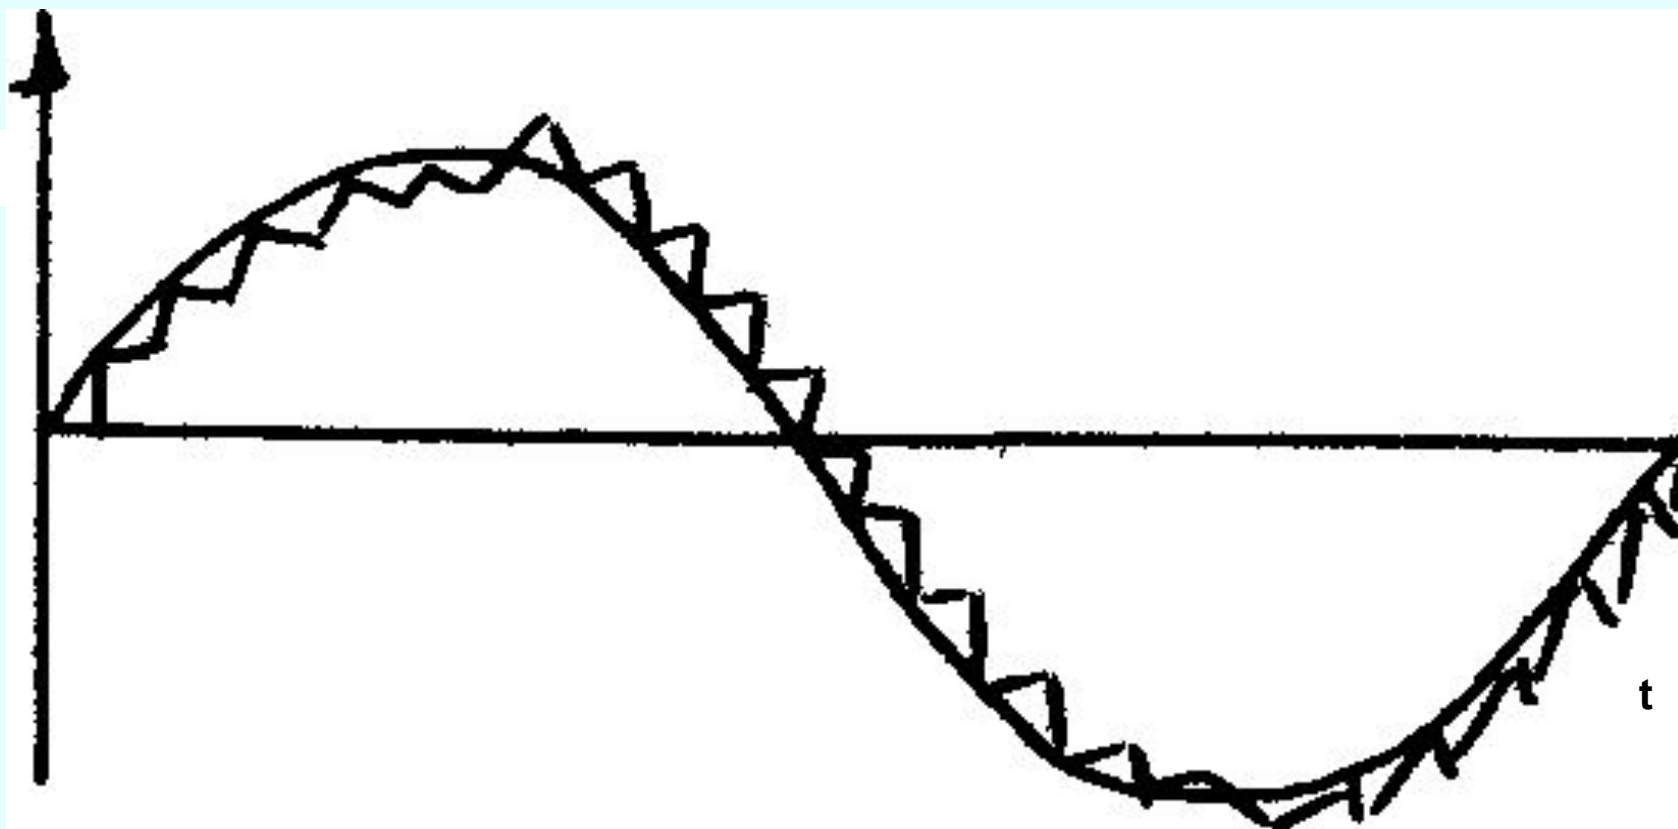

Рис. 4.
**Робота цифрових генераторів заснована на принципі формування числового коду з подальшим перетворенням в аналогово-гармонічний сигнал. Останній апроксимується функцією, яка моделюється за допомогою цифро-аналогового перетворювача, який здійснює заміну ступінчатої напруги на синусоїдальну, рис. 4.**